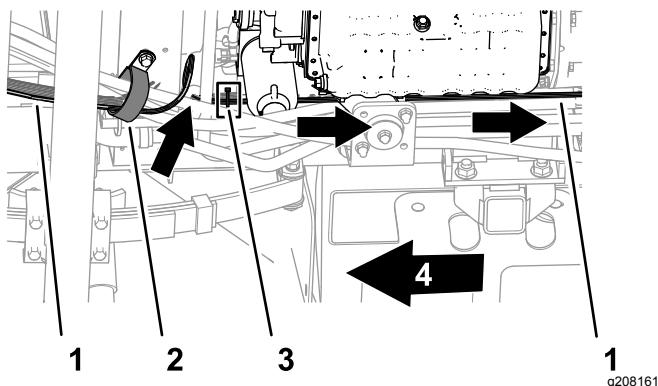

Figura 41
1. Encaminhe as secções da cablagem e secção para cima ao longo da cablagem traseira da máquina e entre a estrutura da máquina e o motor (Figura 41).
2. Prenda a cablagem do kit à cablagem traseira da máquina com uma braçadeira de cabos como se mostra na Figura 41.